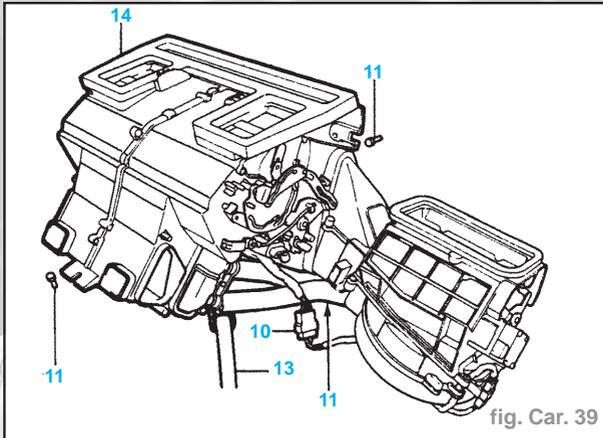

fig. Car. 39
- Ouvrir le collier de retenue des tuyaux haute et basse pression (7).
- Déposer le boulon de fixation et débrancher le tuyau haute pression de l'évaporateur (8).
- Débrancher la fiche multibroches reliant le chauffage à la soufflerie, enlever 3 vis et déposer la soufflerie (10) (Fig. Car. 39).